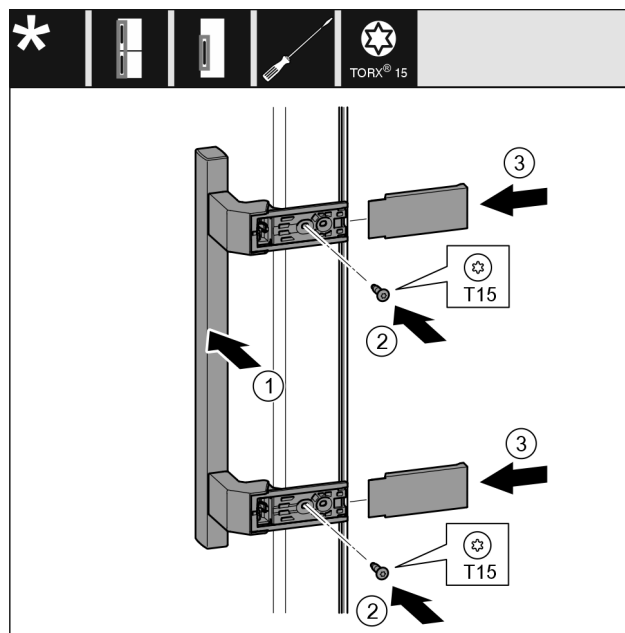

Fig. 24
- ▶ Nasadte madlo Fig. 24 (1) na protilehlé straně.
- ▶ Šroubovákem šrouby Fig. 24 (2) pevně utáhněte.
- ▶ Kryty Fig. 24 (3) bočně nasadte a nasuňte.